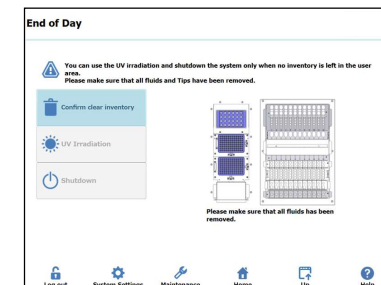

Abbildung 17: Bildschirm „End of Day“ (Tagesende)
24. Auf der Startseite „End of Day“ (Tagesende) wählen. Der folgende Bildschirm wird angezeigt (Abbildung 17).